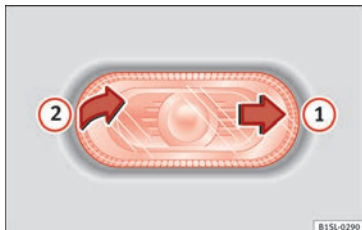

Abb. 92 Seitliche Blinkleuchte ausbauen.
1. Mit einer Hand die seitliche Blinkleuchte nach hinten schieben » **Abb. 92** (1).